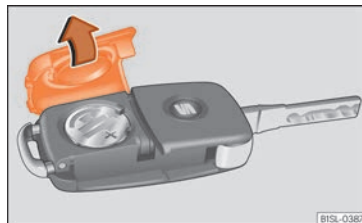

Fig. 129 Clé du véhicule : couvercle du compartiment de la pile.
La pile se trouve à l'arrière de la clé du véhicule, sous un couvercle » **fig. 129**.
- Retirez le couvercle de la partie arrière de la clé du véhicule »» fig. 129 dans le sens de la flèche »» ❶.
- Placez le couvercle sur le boîtier de la clé du véhicule et appuyez comme indiqué »» fig. 129, dans le sens contraire de la flèche, jusqu'à ce qu'il s'encastre.